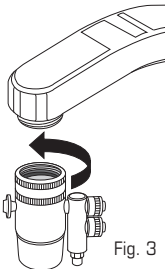

Fig. 3
- Coloque** el desviador en la llave y **enrosque a mano** el cuello texturizado en dirección opuesta a las manecillas del reloj hasta que quede fijo (Fig. 3).